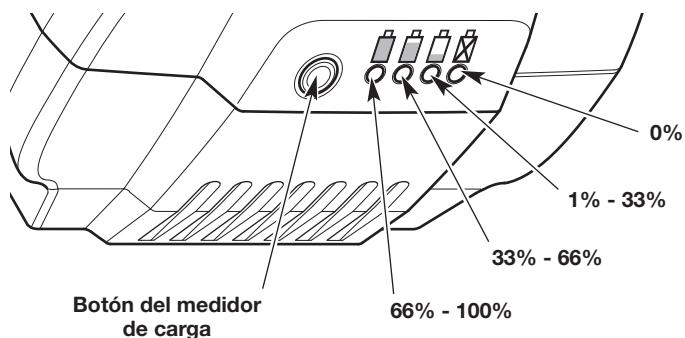

Fig. 17
- Presione el botón del medidor de carga (Fig. 17).
- Una o más de las luces del medidor de carga debería iluminarse (Fig. 17). La cantidad y el color de las luces indicarán el nivel actual de carga de la batería: